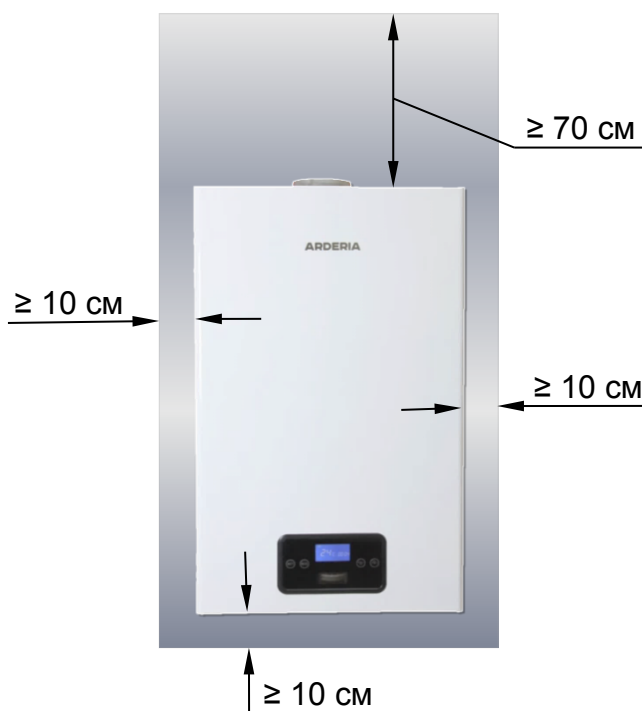

Рис. 11
- При монтаже котла на стену из трудносгораемых и сгораемых (слабогорючих и горючих) материалов, стена **должна быть** изолирована негорюемыми материалами (например: кровельной сталью по листу асбеста толщиной не менее 3 мм. или известковой штукатуркой толщиной не менее 10 мм) или экранами заводского изготовления. Указанное покрытие **должно выступать** за габариты корпуса котла не менее, чем на 10 см. и на 70 см. сверху (См. Рис. 11). При невозможности выдержать расстояние в 70 см. сверху, а так же при монтаже горизонтальной системы дымоудаления, **допускается** уменьшить его в многоквартирных жилых домах до 50 см., в квартирах многоквартирных домов до 10 см.